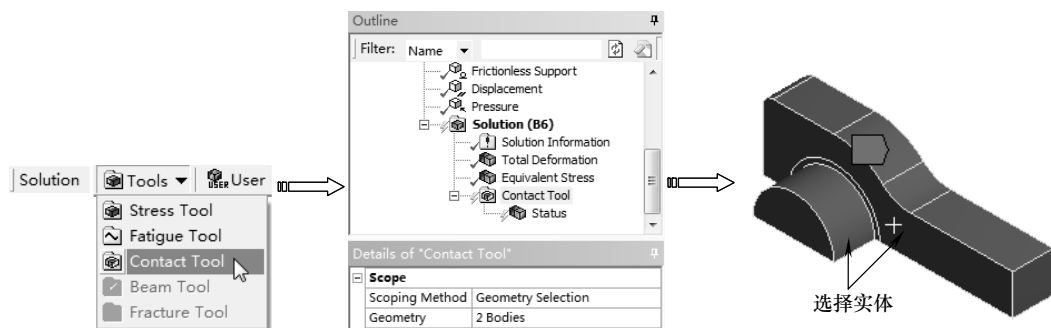

图 8-62 启动接触工具
4) 在【Outline (分析树)】中选择【Static Structural (B5)】节点，单击【Environment】工具栏上的【Tools】|【Contact Tool】命令，在【Solution】下增加【Contact Tool】节点，选择如图 8-62 所示的两个实体作为接触对象。